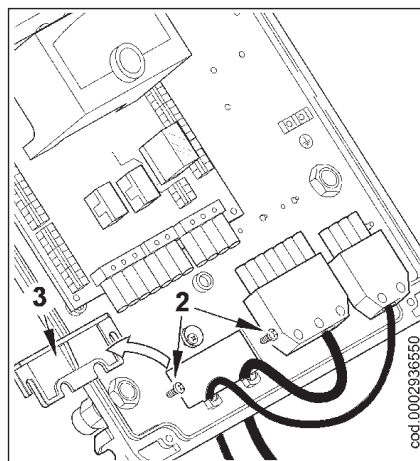
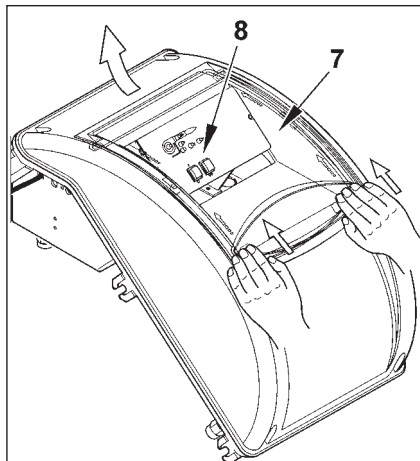

Рис. 2
Рис. 4
- 2) Ослабьте винты (2). После того как вы сняли кабельный зажим (3), пропустите через отверстие 7-штырьковый и 4-штырьковый разъёмы (см. рис. 2).
- 3) Установите зажимную пластинку, как показано на рисунке 3. Поверните эксцентрик (6) так, чтобы пластинка должным образом нажала на два провода. После этого закрутите винты фиксации пластинки. Наконец, соедините два разъёма, 7-ми- и 4-штырьковый.
- 4) Для закрытия крышки электрического щита, заверните 4 винта (1) моментом затяжки, равным приблизительно 5 Нм, для обеспечения хорошего уплотнения. Теперь можно получить доступ к блоку управления (8). Для этого отцепите прозрачное окошко (7) лёгким надавливанием руки в направлении стрелок, как показано на рис. 4. Подождите, пока окошко немного не продвинется, а после этого снимите его с крышки.
- 5) Для правильного расположения прозрачного окошка на щите поступайте в соответствии с рисунком 5. Поместите крюки в соответствующие гнёзда (9) и продвигайте окошко в направлении, указанном стрелкой, до тех пор, пока не услышите лёгкий щелчок. Должное уплотнение теперь обеспечено.